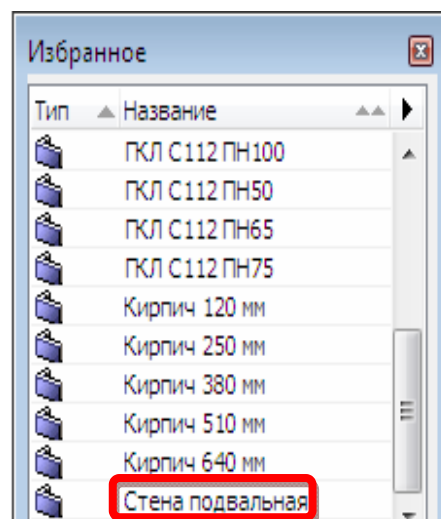

Рис. 38
4. Чтобы изменить ее параметры на необходимые для подземного этажа, выполните следующие действия: дважды щелкните инструмент **Стена** и в диалоговом окне параметров измените ранее установленные параметры стены так, как это показано на рисунке внизу, а именно: материал наружного слоя стены: **Камень-Коренная порода**, высота стены — 2900 мм, внешняя грань стены смещена от ее оси наружу на 250 мм, общая ее толщина — 640 мм и, наконец, **Штриховка сечения** в панели **Конструкция** — **Стена подвальная** (рис. 38). Для сохранения в **Избранное** всех вновь установленных параметров нажмите кнопку **Сохранить текущие параметры как новое избранное** и введите его название **Стена подвальная**.